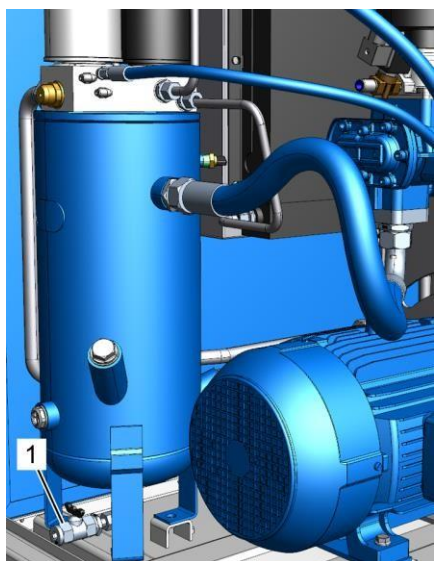

Рис. 42: Отверстие для слива охлаждающей жидкости
5. Осторожно откройте отверстие для слива охлаждающей жидкости (Рис. 42/1) и проверьте вытекающую жидкость.
7. Закройте отверстие для слива охлаждающей жидкости (Рис. 42/1) ☞ Приложение В «Моменты затяжки винтов» на странице 153.